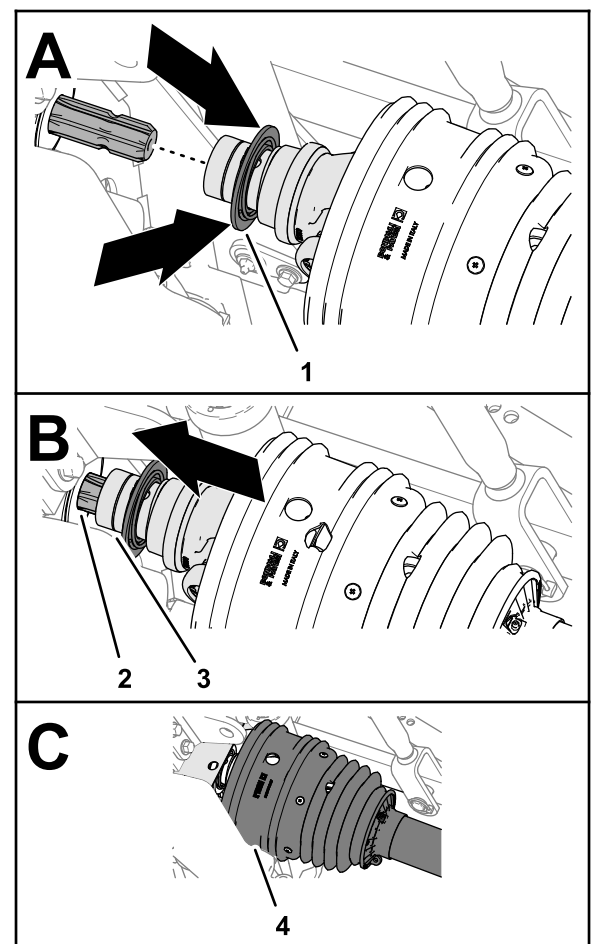

Figure 27
3. Tirez la bague de blocage en arrière sur la chape de l'arbre de transmission (**Figure 27**).
cannelures de l'arbre de sortie de PDF (Figure 27).
6. Vérifiez que la protection recouvre la chape de l'arbre de transmission (Figure 27).